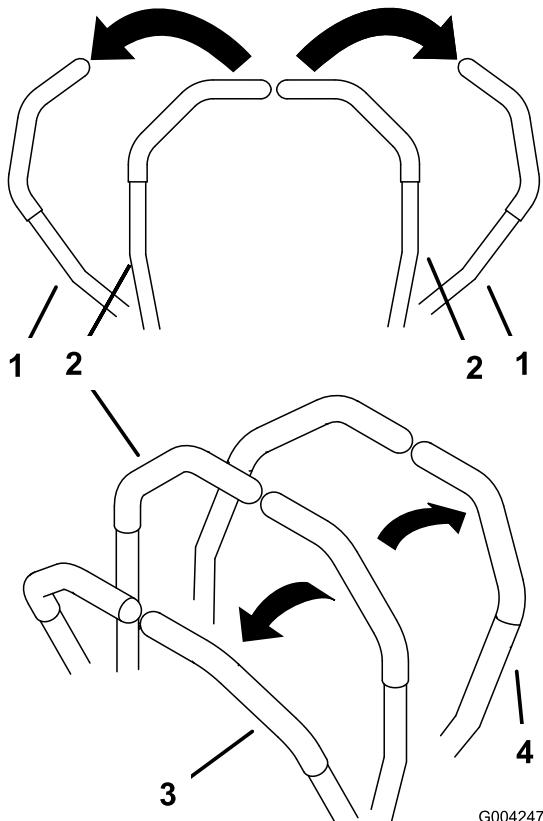

Bild 14
1. Schieben Sie die Fahrantriebshebel (Bild 14) aus der Neutralsperrstellung.
3. Schieben Sie für das Vorwärtsfahren die Fahrantriebshebel langsam vorwärts (Bild 14).
Wenden Sie zum Geradeausfahren auf beide Fahrantriebshebel denselben Druck an (Bild 14).
Bewegen Sie zum Wenden den Fahrantriebshebel in Richtung Neutral, in dessen Richtung Sie wenden möchten (Bild 14).
2. Ziehen Sie zum Rückwärtsfahren die Fahrantriebshebel langsam nach hinten (Bild 14).
Verringern Sie zum Wenden den Druck auf den Fahrantriebshebel an der Seite, in deren Richtung Sie wenden möchten (Bild 14).